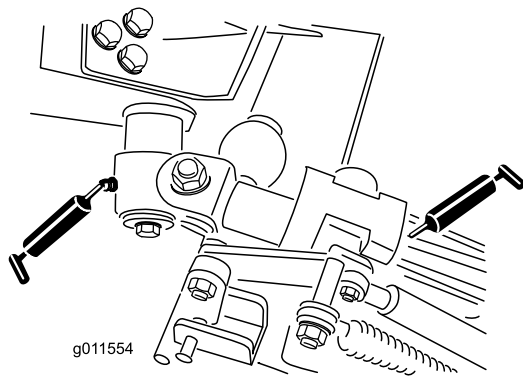

Figure 45
- Bagues de pivot d'axe coudé (2) (Figure 45)
- Bagues de bras arrière (4) (Figure 45)